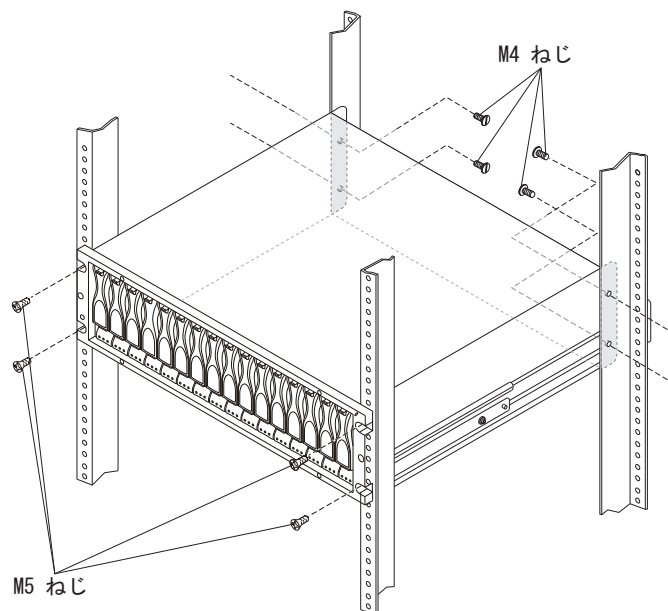

図 20. ラック・キャビネットへの DS5020 の固定
4. ストレージ・サブシステムを固定します。53 ページの図 20 に、ストレージ・サブシステムをラックに固定する方法が示されています。
- c. 53 ページの図 20 に示すように、M5 ねじ 4 個を使用して DS5020 の前部を固定します。